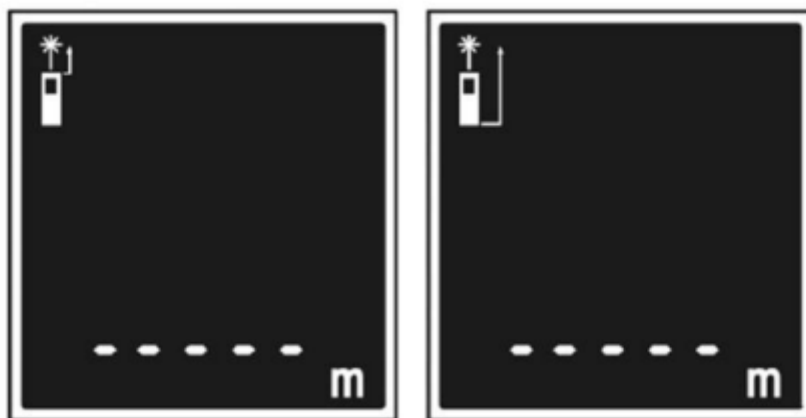

Рис.1
- Когда измеритель включен, кратковременное нажатие кнопки настройки точки отсчета (10) изменит этот параметр (Рис. 1). Вы можете установить точку отсчета для выполнения измерений по нижнему или по верхнему краю дальномера.